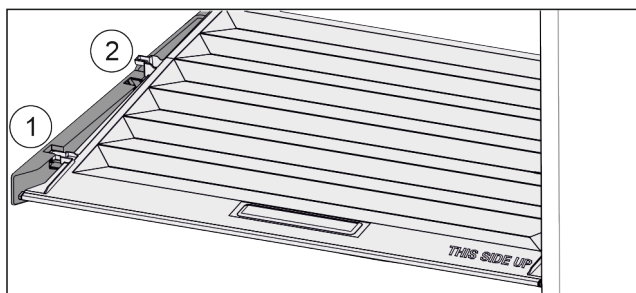

Fig. 131
- Tirare in avanti il coperchio fino all'apertura nei fermi Fig. 131 (1).
- Sollevare posteriormente dal basso e togliere verso l'alto Fig. 131 (2).